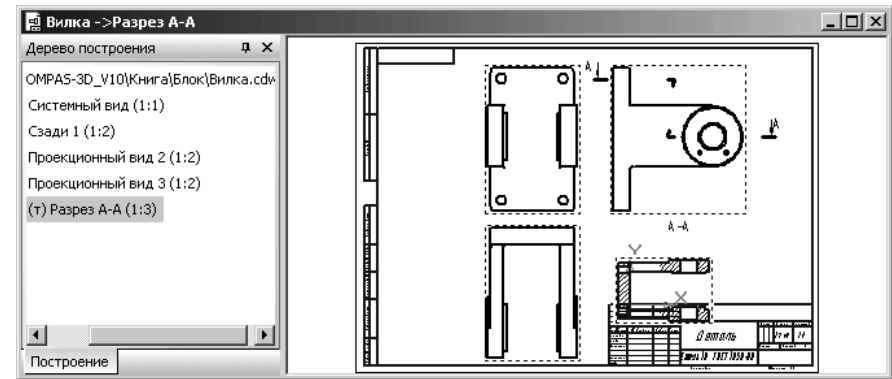

Рис. 3.117. Результат изменения масштаба разреза **А-А**
- щелкните мышью в пустом месте чертежа для снятия выделения с разреза. Результат изменения масштаба разреза **А-А** показан на рис. 3.117.